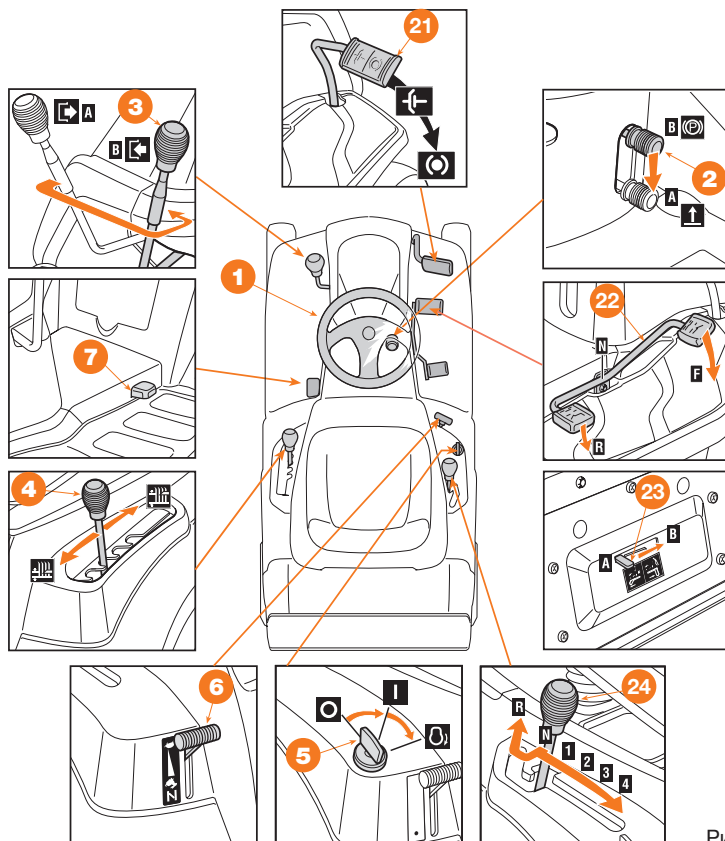

Рис. 15
**ЭЛЕМЕНТЫ УПРАВЛЕНИЯ****Руль управления (рис. 15 ①)**
**Рычаг стояночного тормоза (Рис. 15 ②)**
**Рычаг управления режущими приспособлениями (рис. 15 ③)**
**Рычаг регулировки высоты кошения (рис. 15 ④)**
### Ключевой переключатель (рис. 15 5)
### Рычаг управления дросселем (рис. 15 6)
### Педали разрешения скашивания на заднем ходу (рис. 15 7)
**Педаль сцепления/тормоза (рис. 15 21)**
**Педаль привода DLR 66H (рис. 15 22)**
**Рычаг разблокировки гидростатической трансмиссии DLR 66H (рис. 15 23)**
**Рычаг переключения скоростей DLR 66M (рис. 15 24)**